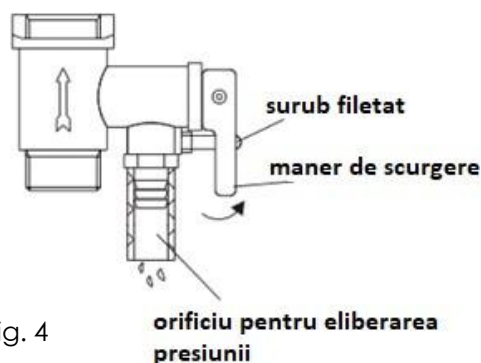

Fig. 4
- (1) deconectați boilerul de la rețeaua electrică;
- (2) pentru a evacua apa din rezervorul interior, desurubați șurubul filetat de pe supapă de siguranță multifuncțională și ridicați manerul de scurgere în sus. (vezi Fig.4)